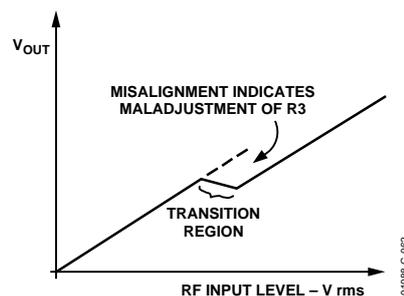

図 62.インターセプトの調整
4. 最後に、必要に応じて R3 を際調節して伝達関数の残っているずれを除去します(図 62 参照)。